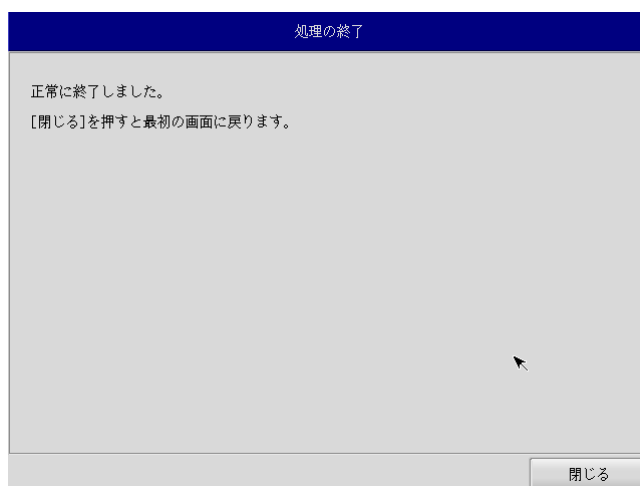

図 6-2-5. 終了画面
- ⑨ 終了画面（図 6-2-5）が表示されると工場出荷イメージの書込みは完了です。電源を落として DVD ドライブを外します。